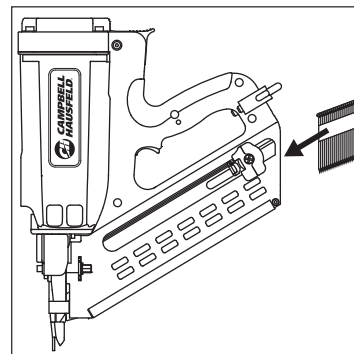

Figura 17
2. Introduzca la tira de clavos por la parte trasera del cargador (vea la Figura 17).